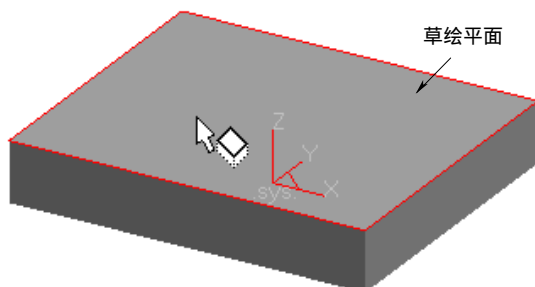

图 8-121 选择草绘平面
1) 在图形区选择图 8-121 所示的实体表面,单击“绘制草图”按钮,进入草图绘制状态。